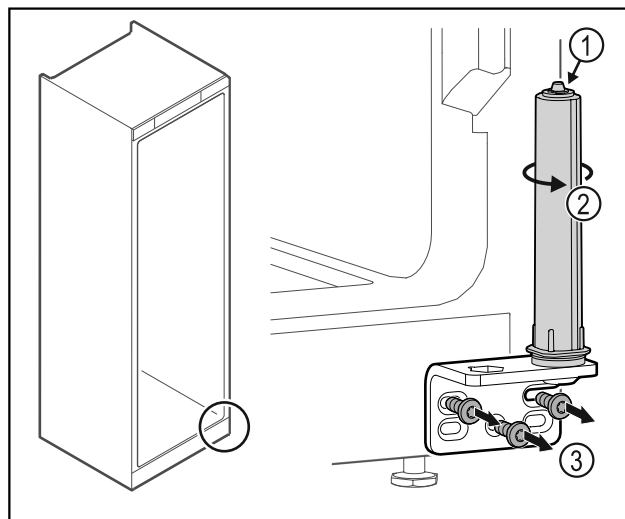

Fig. 35
- No desensamblar el sistema de cierre de la puerta Fig. 35 (1).
- Girar el sistema de cierre Fig. 35 (2) hasta que haga clic.
- Desatornillar la escuadra de bisagra Fig. 35 (3).